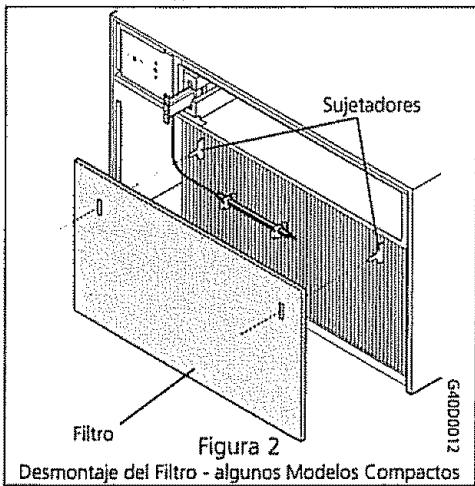

Figura 2
- 5 Saque el filtro tirándolo fuera de los sujetadores (Figura 2). Limpie de acuerdo a las instrucciones en la sección "Limpieza del Filtro de Aire".